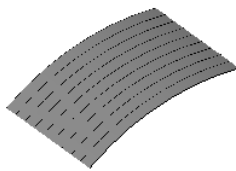

图 6.4.4 状态 2
-  按钮: 用于调整流线曲线的方向, 有两种状态, 分别为  和  , 如图 6.4.3 和图 6.4.4 所示。